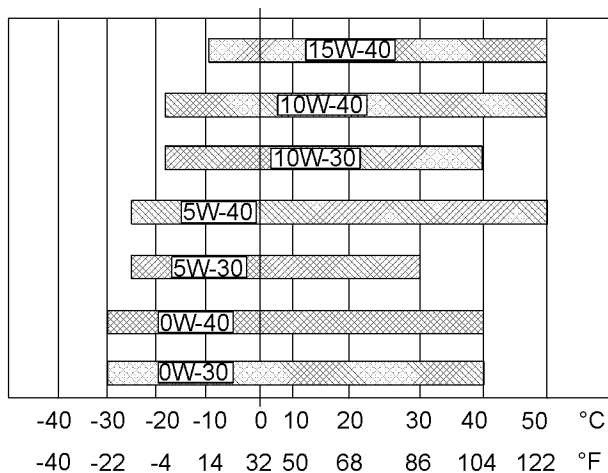

Ilustración 36
Consulte la Ilustración 36 (temperatura mínima) para determinar la viscosidad necesaria del aceite para arrancar un motor frío.
Consulte la Ilustración 36 (temperatura máxima) para seleccionar la viscosidad de aceite para la operación del motor a la temperatura ambiente más alta esperada.
- Consulte las “viscosidades de lubricante” correctas. Consulte la Ilustración 36 para encontrar el grado correcto de viscosidad de aceite para su motor.